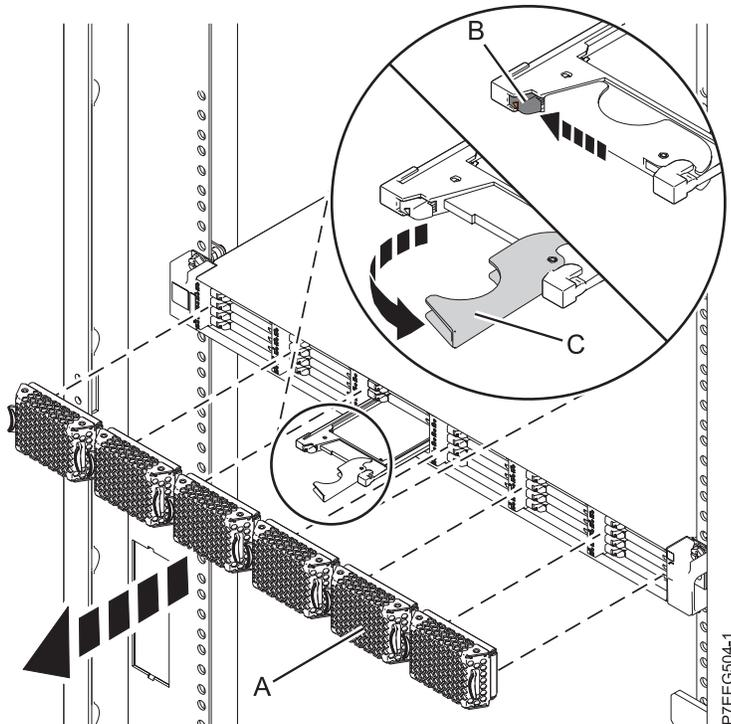

Figura 29. Extracción de la unidad de estado sólido de Alojamiento de almacenamiento 5888 PCIe
1. Retire la placa frontal (A) que cubre la ranura que contiene la unidad de estado sólido.
2. Deslice suavemente el pestillo de liberación (B) por encima para desbloquear el asa de la unidad; consulte Figura 29 en la página 48.
4. Cuando parpadee el LED de identificación de la unidad de estado sólido, agarre el asa (C) y saque parcialmente la unidad de la ranura.